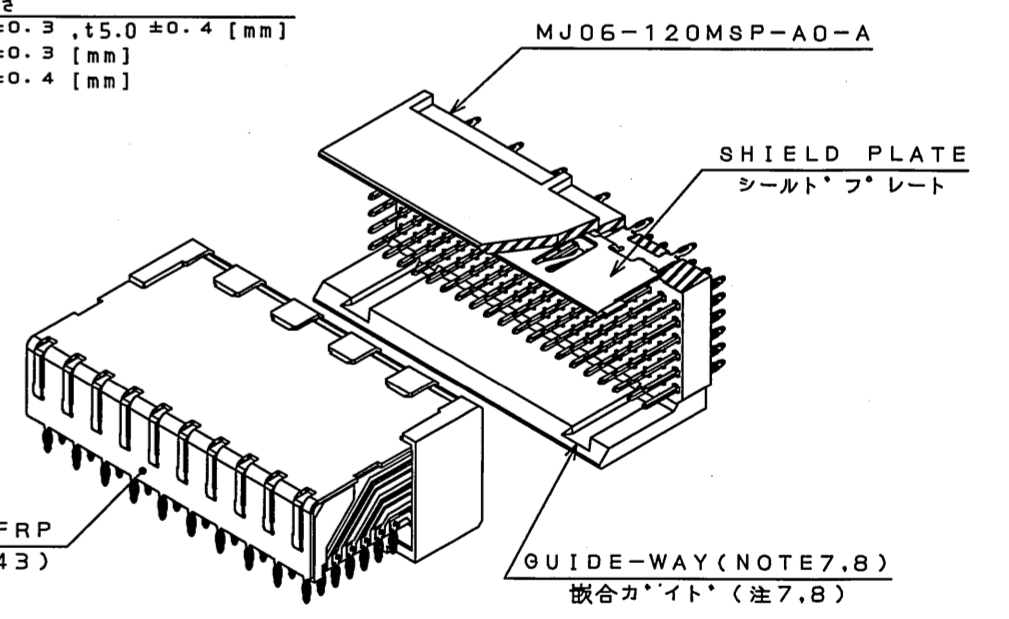

FIG.2 MATED METHOD (REF.)
7. NOTE IT IN DIRECTION OF THE CONNECTOR (FIG.2 REF.).
7. 図示のガイドに沿って、嵌合すること(FIG.2 参照)。